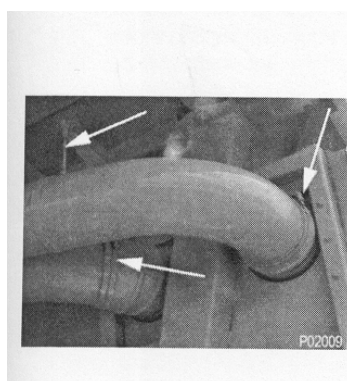

FIGURA 2-2
8. TUBERÍA DE ADMISION DE AIRE – Revise todos los accesorios de montaje, juntas y conexiones. Asegúrese que no haya fugas de aire y que todos los accesorios estén bien apretados. Figura 2-2.